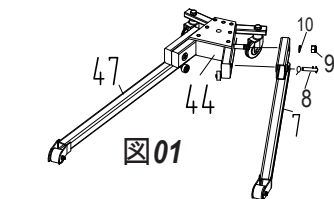

図01
- 図01参照：固定ピンを挿入して、左脚 #7 をベース #44 に取り付けます。ワッシャー #10 とネジをナット #9 に入れます。ピン #8 を #7 および #44 に通してストップまで挿入します。180°回転させて、Oピンでロックします。右脚 #47 も同様の方法で行います。